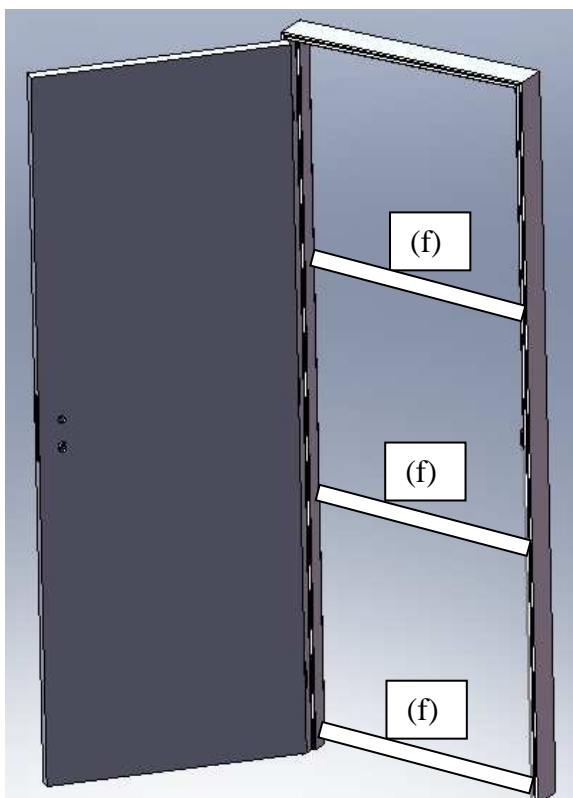

Figura 3
- Colocar as travessas de escoramento (f) (a quantidade é variável mas o desejável será no mínimo três). Deverá executar este passo com cuidado para não danificar o verniz (Figura 3);